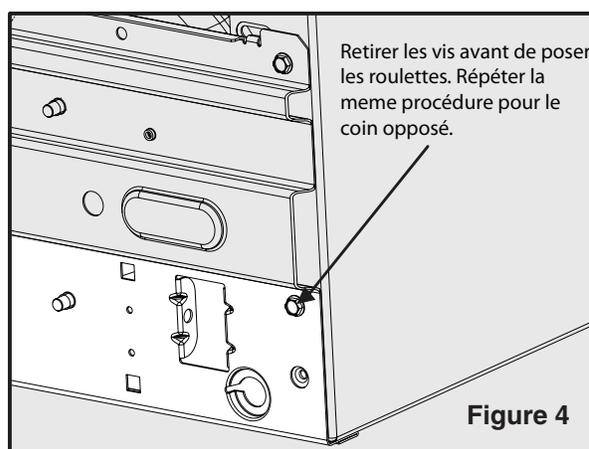

Figure 4
1. Retirer et jeter les vis, illustrées sur la figure 4, de chaque coin à l'aide de la clé à douille 5/16 po.